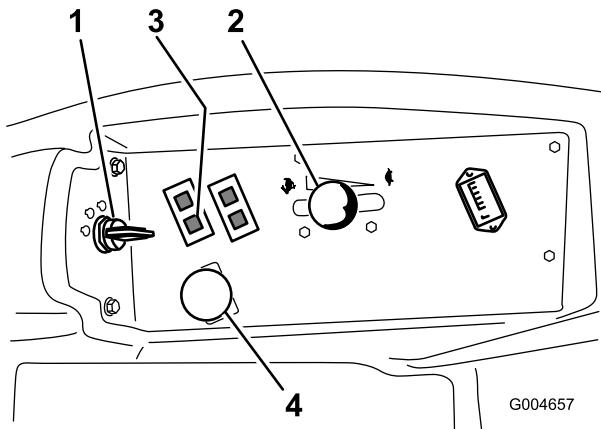

Figura 18
5. Ponga la palanca del acelerador en un punto intermedio entre las posiciones Lento y Rápido (Figura 18).
4. Mueva el mando de la toma de fuerza (PTO) a la posición Desengranada (Figura 18).